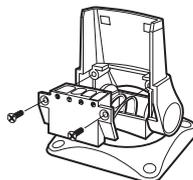

Рис.28:
3. Наложить пластину-фиксатор на тыльную часть муфты разъемов (рис.28).
4. Установить муфту разъемов на место и укрепить её двумя 19-мм винтами на турели (рис.28)